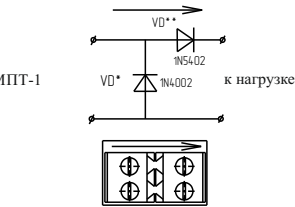

Рисунок 5
- 5.20 Для обеспечения контроля целостности выходных цепей в разрыв выходной цепи непосредственно к нагрузке должны быть подключены диоды или устройство подключения нагрузки (далее - УПН) (Рисунок 5).
- 5.21 Устройство подключения нагрузки состоит из аналогичных диодов, установленных на плату с клеммными колодками (Рисунок 5).